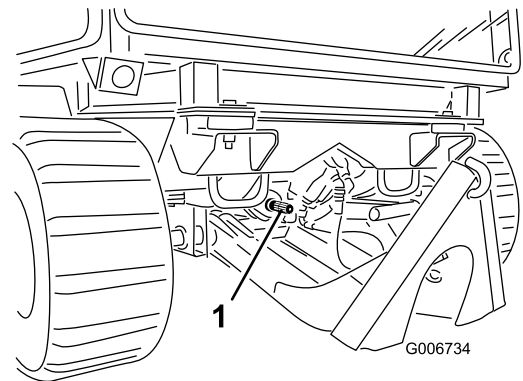

Figure 57
6. Si l'accessoire est entraîné par la PDF, étendez l'arbre de PDF de l'accessoire et engagez-le sur l'arbre de PDF de la machine (Figure 57).